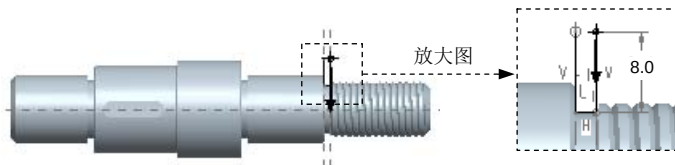

图 5.3.2 创建凹槽车削轨迹
Step1. 创建车削轮廓。单击 **车削** 功能选项卡 **制造几何** 区域中的“车削轮廓”按钮 ，此时系统弹出“车削轮廓”操控板。单击操控板中的  按钮，然后在模型树中选取坐标系 ACS1 作为放置参考；单击操控板中的  按钮，系统弹出的“草绘”对话框，选取 NC_ASM_TOP 基准平面为草绘参考，方向选为 **左**，单击 **草绘** 按钮，进入草绘环境。绘制图 5.3.2 所示的截面草绘。